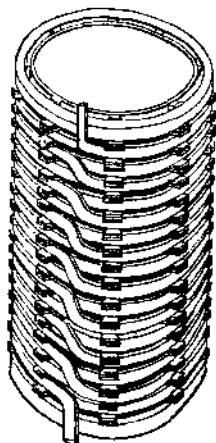

图 8-13 连续式绕组
(3) 连续式绕组 由许多线盘(或叫线饼、线段)组成，如图 8-13 所示。